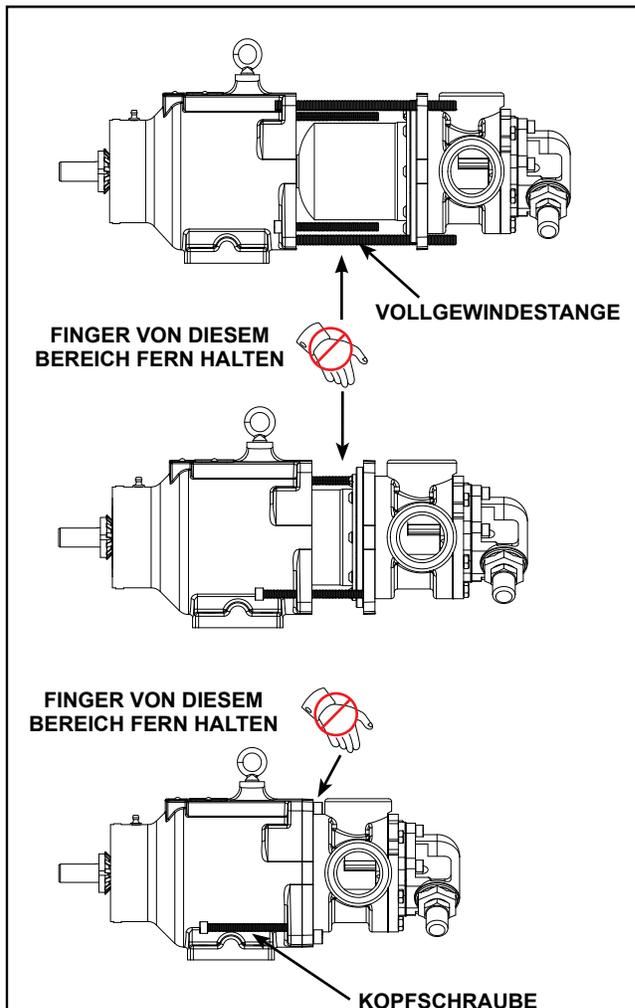

ABBILDUNG 13
Die Finger von der Vorderseite des Pumpen-Montageflansches fern halten. Den Spalttopf in der Bohrung der Halterung ausrichten und vorsichtig einschieben. Wenn die 5/16" x 4" Zoll Kopfschraube nicht wie oben angegeben verwendet wird, wird die Einheit sehr schnell eingezogen, wenn die Magneten sich einander nähern. Die Finger von der Vorderseite der Pumpe fern halten. Siehe Reihenfolge in Abbildung 13.
15. Zwei 5/16" x 4" Zoll Vollgewinde-Innensechskantschrauben in die Halterung einführen, bis sie vollständig an der Vorderseite der Halterung herausragen, um den Montage der Pumpe zu unterstützen (siehe **Abbildung 13** auf Seite 9). Zur Gewährleistung der ordnungsgemäßen Ausrichtung von Pumpe und Halterung und zur Erhöhung der Sicherheit wird empfohlen, je eine Vollgewindestange (15-20 cm) in die diagonal gegenüberliegenden Kopfschraubenbohrungen der Halterung zu schrauben und durch die entsprechenden Bohrungen in der Adapterplatte zu schieben.